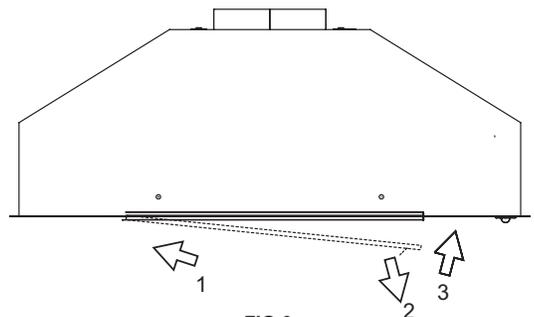

FIG 6
**Installation des filtres de maille décoratifs, FIG 6 :**